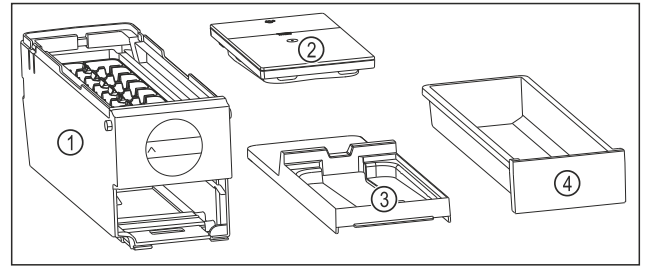

Fig. 108 Bestandteile des EasyTwist-Ice
- ▷ EasyTwist-Ice ist in vier Teile zerlegt. (siehe Fig. 108)
- ▶ EasyTwist-Ice nur in abgebildete Bestandteile zerlegen. (siehe Fig. 108)
- ▶ EasyTwist-Ice-Korpus Fig. 108 (1) als Ganzes reinigen.